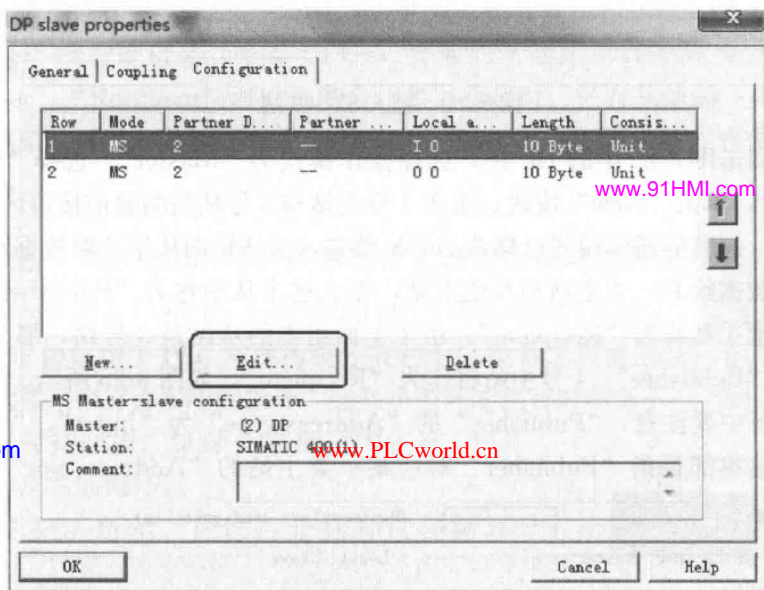

图 8-24 CPU414-3DP 通信接口区
(5) 选择 CPU，单击“Connect”按钮，将其连接到 PROFIBUS 网络上，单击“Disconnect”按钮，也可以使其从网络上断开。连接完成后再为 S7-300 从站设置其对应主站的 I/O 接口区。例如，在“DP slave properties”对话框中的“Configuration”选项卡中单击“Edit”按钮，组态主站即 CPU414-3DP 的通信接口区，如图 8-24 所示。